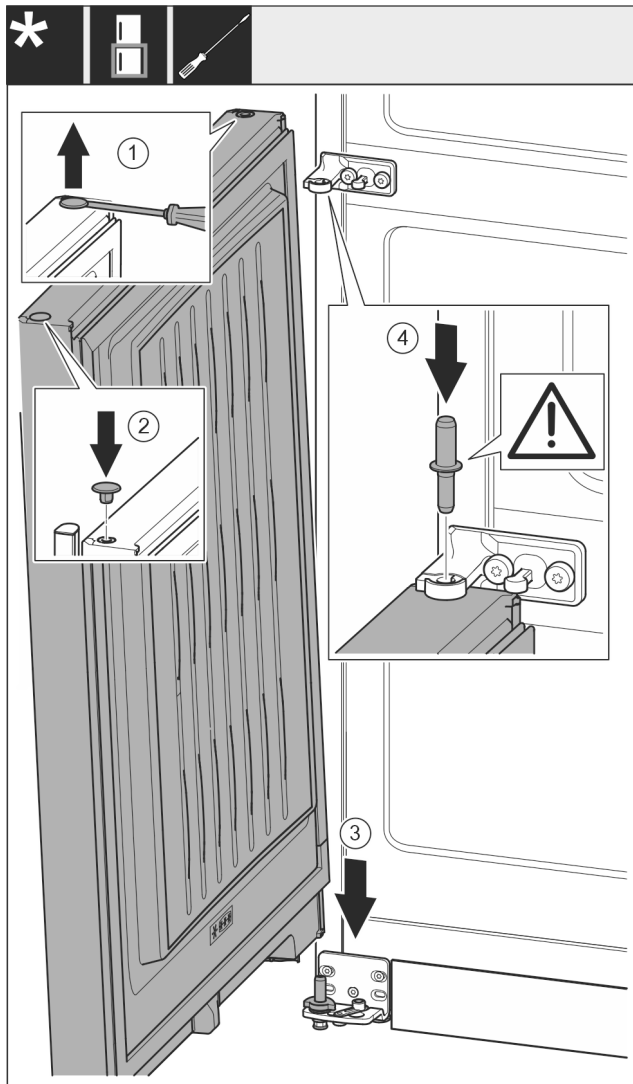

Fig. 18
- ▶ Stop voorzichtig met een sleufschroevendraaier optillen en eruit trekken. Fig. 18 (1)
- ▶ Stop op de andere kant weer aanbrengen. Fig. 18 (2)
- ▶ Deur van boven op de onderste lagerbout plaatsen. Fig. 18 (3)
- ▶ Het midden van de lagerbout door het midden van de lagerbus in de onderste deur aanbrengen. Let op dat de vergrendelnok naar achter wijst. Fig. 18 (4)